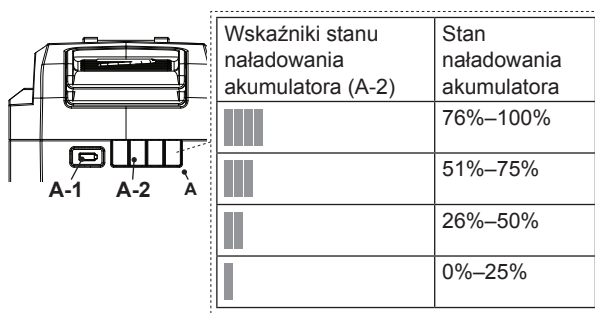

Rys. 4
Wskaźniki stanu ładowania (3) na ładowarce (1) wyświetlają stan ładowania akumulatora (A lub B) znajdującego się na lewo od wskaźnika (rys. 4).